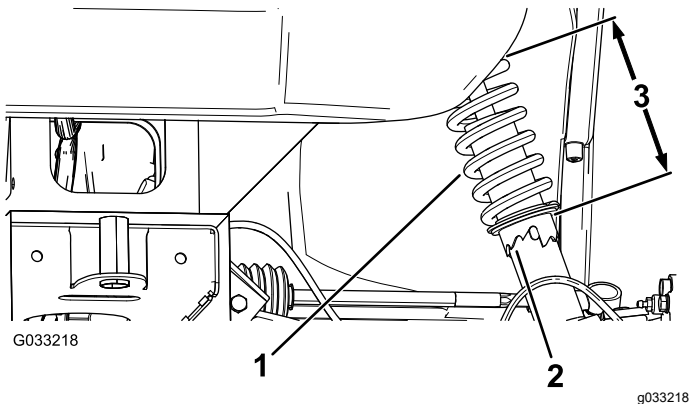

Bild 44
2. Wenn der Radsturz nicht richtig eingestellt ist, drehen Sie den Stellring am Stoßdämpfer mit einem Gabelschlüssel, um das Rad einzustellen (Bild 44).